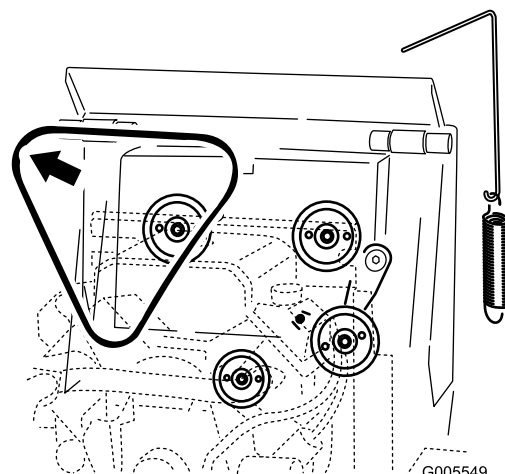

Figure 54
6. Enlevez la courroie des 3 poulies (Figure 54).